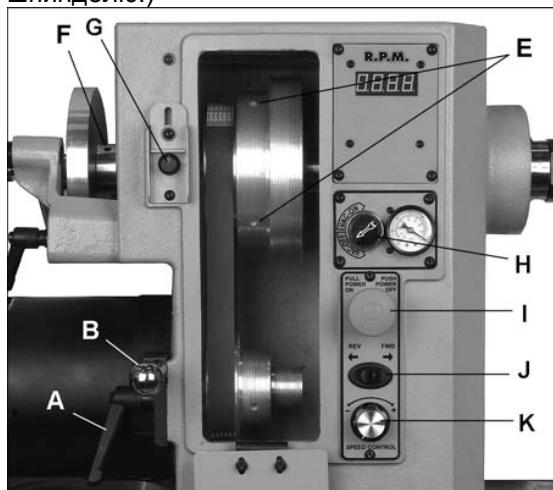

Рис. 33
- Нажмите кнопку блокировки шпинделя (см. Г, Рис. 33) и слегка поверните шпиндель, пока кнопка полностью не утопится. Задвиньте планку на кнопку.
ослабьте два установочных винта на шкиве шпинделя (E, Рис. 33) при помощи шестигранного ключа и передвиньте шкив в нужную позицию. Затяните винты.
См. Рис. 33.
7. При замене шкива шпинделя, ослабьте два установочных винта (E, Рис. 33) и сдвиньте шкив со шпинделя.
10. Установите делительный диск на место и затяните установочные винты (F, Рис. 33).
11. Выровняйте новый шкив (См. раздел 5.14, «Выравнивание ремня и шкивов»), затем крепко закрутите два установочных винта (E, Рис. 33) на шкиве.
См. рис. 33 и 34